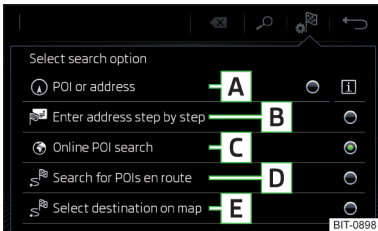

Abb. 157
Funktionsflächen » Abb. 157
- Anschließend die Funktionsfläche eines der Menüpunkte für die Zielsuche **A**, **C** oder **D** antippen » **Abb. 157 auf Seite 146**.
- Anschließend die Funktionsfläche  → **B** » **Abb. 157 auf Seite 146** antippen.
- › Anschließend die Funktionsfläche  → **E** » Abb. 157 auf Seite 146 antippen.